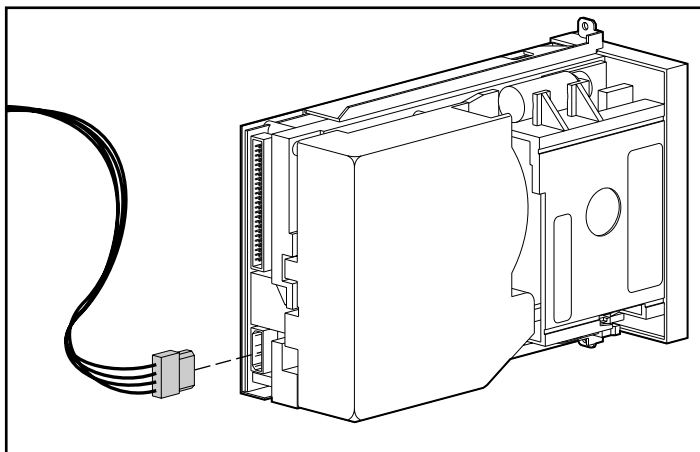

Abbildung 2-7: Anschließen des Stromkabels am DLT-Bandlaufwerk
6. Schließen Sie das Stromkabel am Bandlaufwerk an. Siehe Abbildung 2-7.